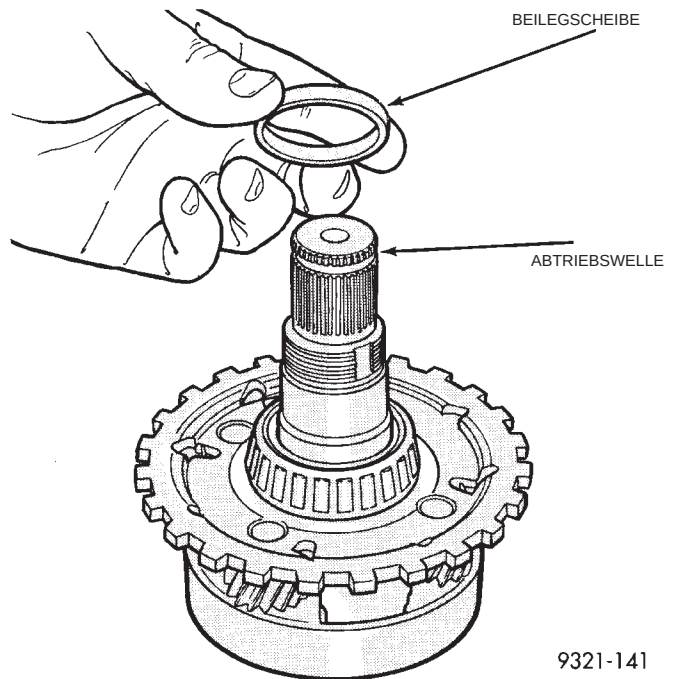

Abb. 218 Beilegscheibe auflegen
(4) Beilegscheibe auf die Abtriebswelle legen (Abb. 218). Die Beilegscheibe mit einem kleinen Klecks Vaseline fixieren. Die alte Beilegscheibe als Ausgangspunkt verwenden. Falls die alte Scheibe nicht mehr vorhanden ist, die dickste erhältliche Beilegscheibe verwenden. Siehe hierzu die Tabelle "Hintere Beilegscheiben für Abtriebswellenlager".